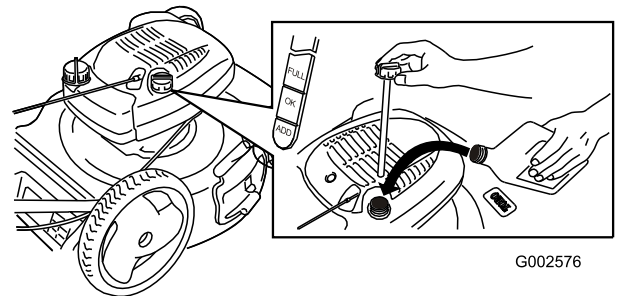

**Figure 5**
3. Rabattez le guidon en arrière (Figure 5) jusqu'à ce qu'il s'enclenche en position.